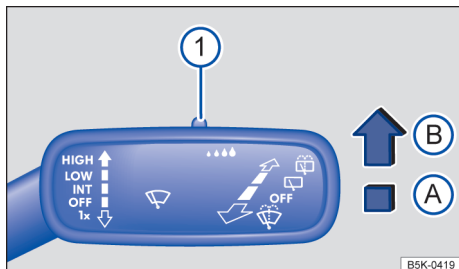

Fig. 91 À direita da coluna de direção: alavanca dos limpadores dos vidros.
Pressionar a alavanca para a posição desejada → Fig. 91:
A sensibilidade do sensor de chuva e de luz pode ser ajustada manualmente com o interruptor na alavanca dos limpadores do para-brisa → Fig. 91 ① → ▲.